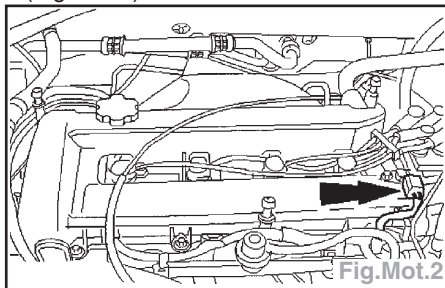

Fig.Mot.2
- Débrancher le connecteur de capteur de position d'arbre à cames (CMP) (Fig.Mot.2).